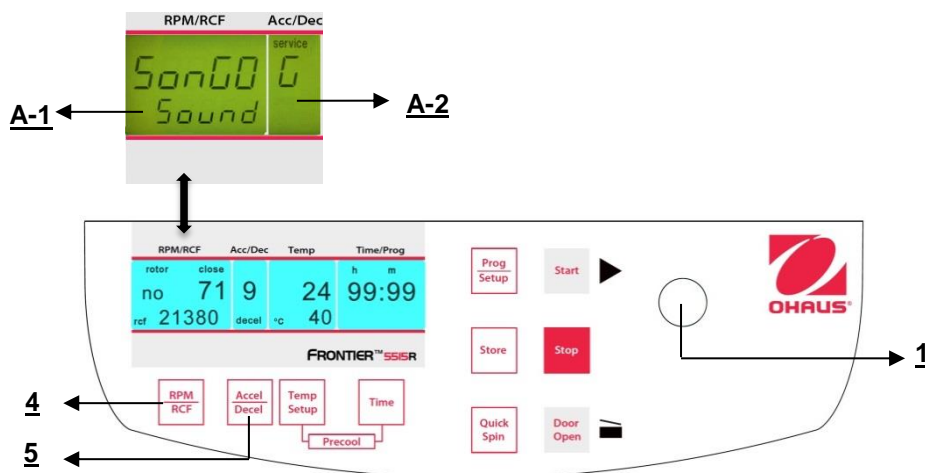

Figura 35
Procedere come descritto al punto 4.1.2 per inserire questa modalità programma e poi premere il tasto "**Accel/Decel**" (5). **Sul display "Acc/Dec" (A-2) lampeggia la parola "Service"**. Selezionare adesso la lettera "**G**" con la manopola di regolazione (1). Di conseguenza, sul display "**RPM | RCF**" (A-1), appare la parola "**VSonGo/Sound**". Dopo aver premuto il tasto "**RPM | RCF**" (4), è possibile selezionare una suoneria con la manopola di regolazione(1). (Vedere figura 35)